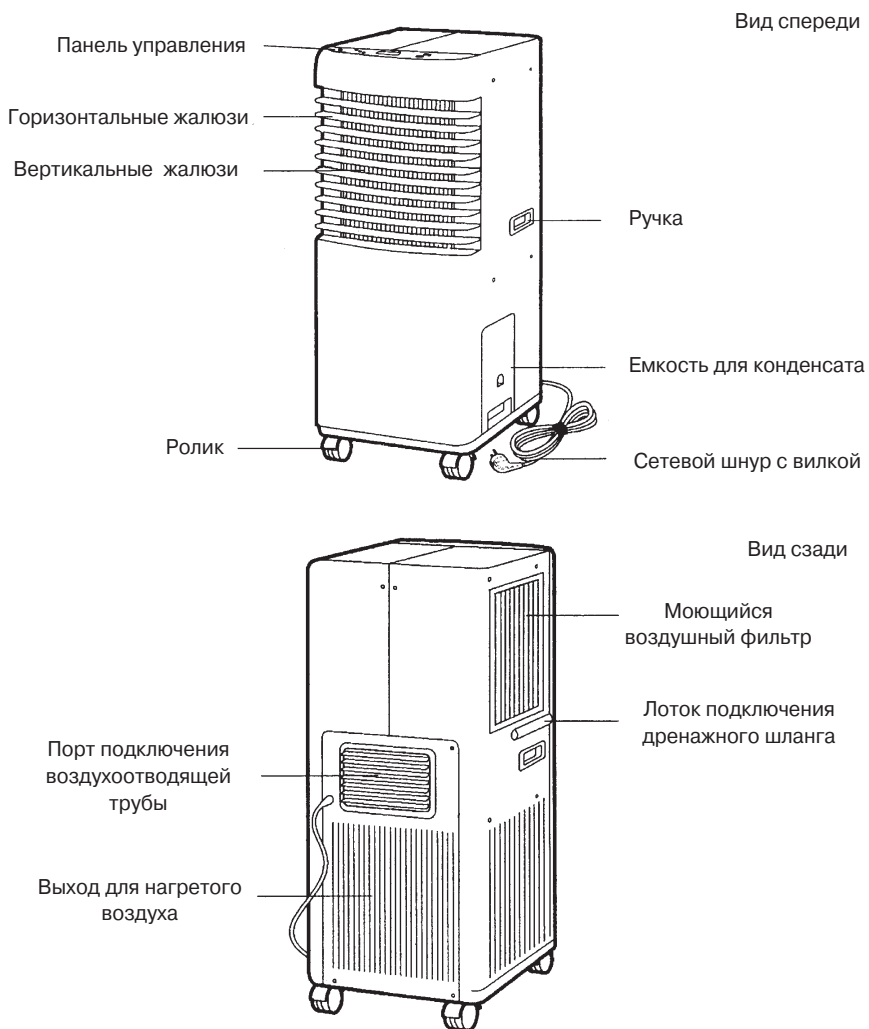

Рис.2.1
- Состав и основные элементы кондиционера в соответствии с рис. 2.1